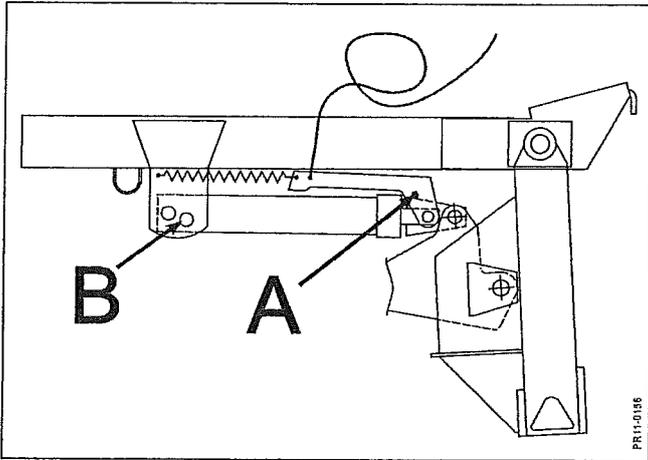

Fig. 3-18
**Fig. 3.18** Avant de tourner, bloquer la butée avec la goupille **A**. Cette goupille est reliée à l'arbre de prise de force avec une chaîne et ne peut être montée que lorsque l'arbre de prise de force a été démonté. Mettre l'arbre de prise de force sur son support après le démontage. Ne démonter que la moitié de l'arbre de prise de force côté machine. Fixer le vérin hydraulique dans le trou **B** prévu pour la conduite déportée